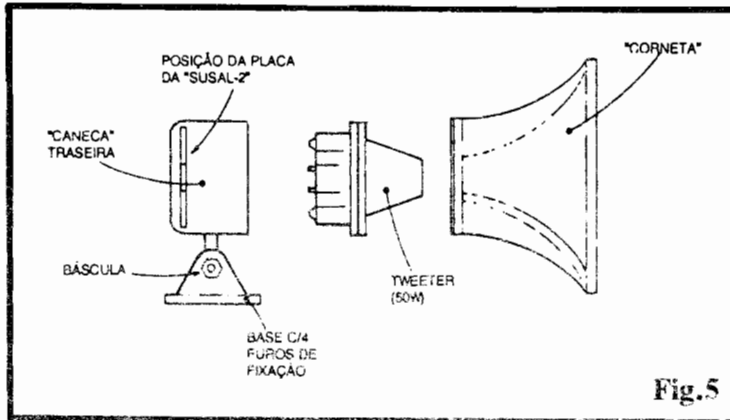

Fig.5
- FIG. 5 - "DESMONTAGEM" E "RE-MONTAGEM" DO PROJETOR, E INSTALAÇÃO DA PLACA DA SUSAL-2... - De posse do circuito montado e conferido (conforme ilustrações anteriores...), o Leitor/Hobbysta deve "desmontar" (no bom sentido...) a sua "corneta" (formada, basicamente, pela "caneca", o tweeter e o projetor, mais algumas peças estruturais, de fixação...) e desmontá-la, soltando os parafusos internos, "escondidos" dentro do projetor exponencial (são dois, visíveis junto à base do "bico" interno do projetor...). O diagrama dá uma idéia simplificada, porém bastante clara, das partes principais da "casca" da sirene, num "perfil explodido". Dentro da "caneca" traseira, deve ser fixada (por mera pressão, se as dimensões indicadas tiverem sido respeitadas...) a placa do Impresso da SUSAL-2... Um furo de passagem, no "rabo" ou na lateral da dita "caneca", promoverá o caminho para os cabos de alimentação e de disparo da sirene... As conexões ao tweeter podem ser feitas de modo direto, com fios curtos, terminais bem soldados... Antes de definitivamente fechar o conjunto, é bom fixar o dissipador ao transistor de Potência (TIP3055), conforme, instruções na próxima figura... Mas, voltando ao **container**, basta re-encaixar tudo, prendendo de novo o conjunto com os dois parafusos internos e... pronto! A SUPER-SIRENE P/ALARMES-2 estará prontinha para uso... Quem tiver uma boa (em termos de Corrente, de 3 a 5A, conforme recomendado) fonte de 12 a 15V poderá testar imediatamente o conjunto, ligando a alimentação e "curto-circuitando" os dois fios de controle (aqueles ligados aos pontos "NA-T" da placa...). Vocês verão (ou melhor, ouvirão...) o "tamanho do berro", em fortes e agudos "biips", intermitentes, que fazem doer os ouvidos de quem estiver bem próximo! Os Leitores/Hobbystas que possuem um